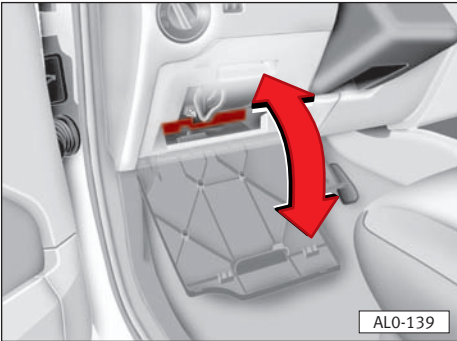

Fig. 181
Los fusibles se encuentran en el tablero de instrumentos, detrás de una tapa ⇒ fig. 45 y fig. 181.
- Quitar la tapa ⇒ fig. 181.